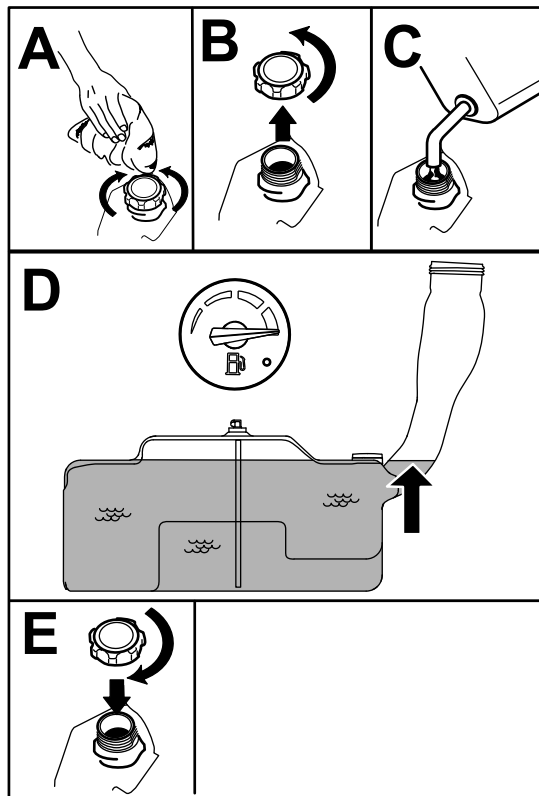

Figura 8
5. Riempite il serbatoio del carburante fino a quando il relativo indicatore non indica il livello pieno Figura 8